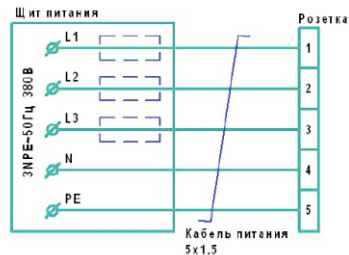

Рис. 3 Схема подключения розетки к стационарной сети
6.3 Для защиты электропроводки от перегрузок подключение к стационарной электросети осуществляется через автоматический выключатель номиналом 16 А. Кабель питания и сетевую розетку подключить в соответствии со схемой подключения (см. рис.3 Приложения). Сечение жил кабеля питания должно быть не менее 1,5 мм² (для медной жилы).